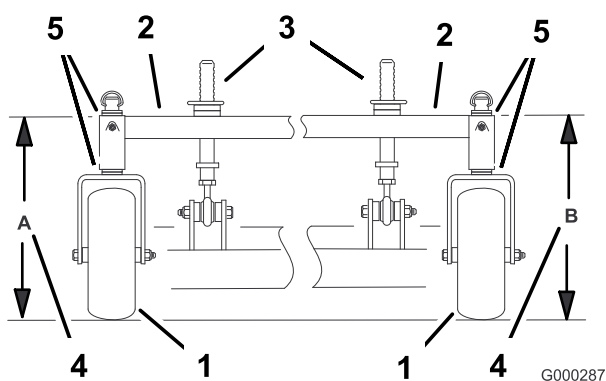

Figura 65
- Mida la altura del bastidor de tiro en la posición **A** (Figura 65).
- Mida la altura del bastidor de tiro en la posición **B** (Figura 65).